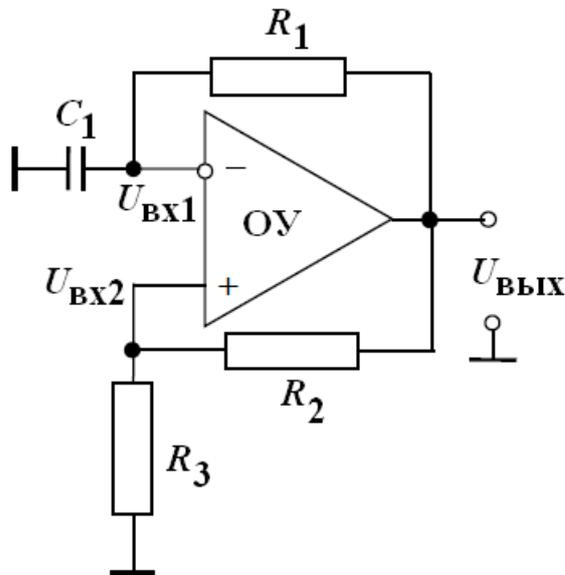

Рис. 13
13. Определить частоту генерации колебаний симметричного мультивибратора (рис. 13), если известно, что  $C_1 = 100$  нФ,  $R_1 = 5$  кОм,  $R_2 = 10$  кОм,  $R_3 = 1$  кОм.